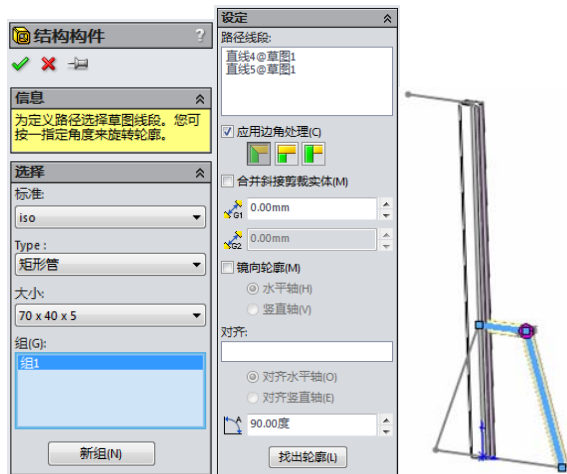
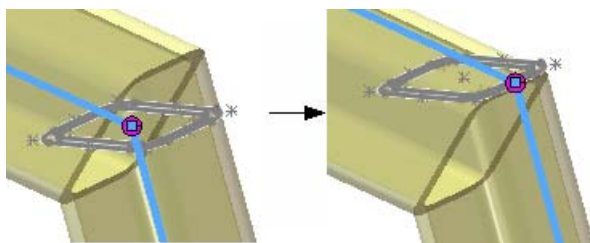

图 15-5 添加“结构构件 2”
图 15-6 更改结构构件轮廓定位点
①单击“焊件”工具栏中的“结构构件”按钮, 或执行“插入”→“焊件”→“结构构件”菜单命令, 弹出“结构构件”属性管理器, 选择 ISO 标准, 选择“矩形管”, 选择 70×40×5 大小, 然后在草图区域单击需要添加结构构件的直线。
②在“结构构件”属性管理器中的“设定”栏中, 单击“终端斜接”按钮, 键入旋转角度数值: 90, 旋转结构构件 90°, 如图 15-5 所示; 然后, 单击“找出轮廓”按钮, 更改结构构件的定位点, 如图 15-6 所示, 单击“确定”按钮.